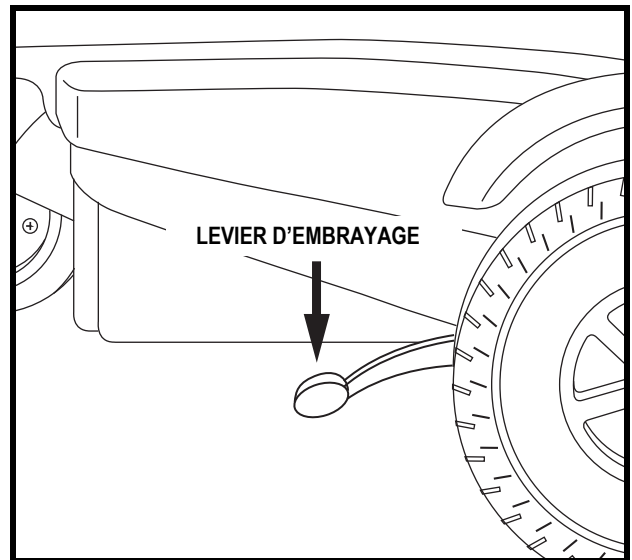

Figure 12. Mode « roues libres » (débrayé)
3. Poussez les deux leviers vers le bas pour débrayer les moteurs. **Voir la figure 12.**